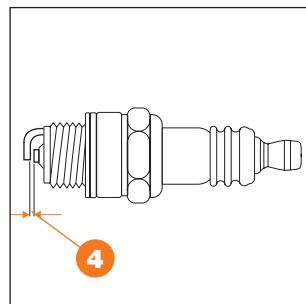

Рис. 20
- Расстояние между электродами должно быть: 0,7 - 0,8 мм ④ (Рис. 20).